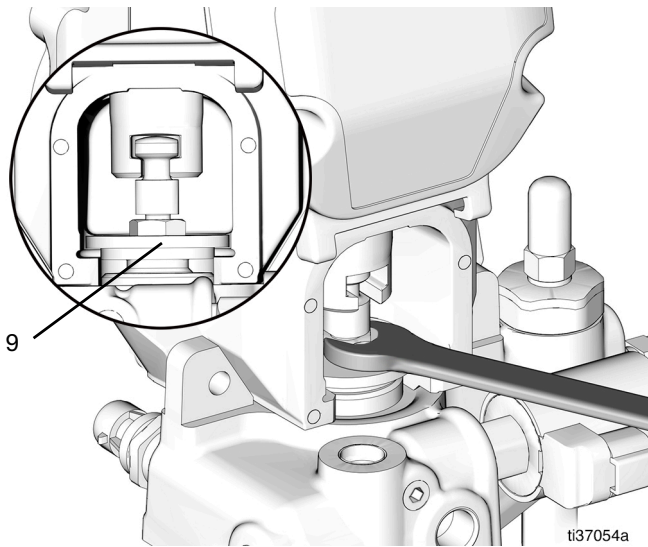

FIG. 69
29. Para sujetar, apriete la tuerca de retención (9) con una llave (a un par de 40,1 N•m [30 lb-pie]) (FIG. 69).